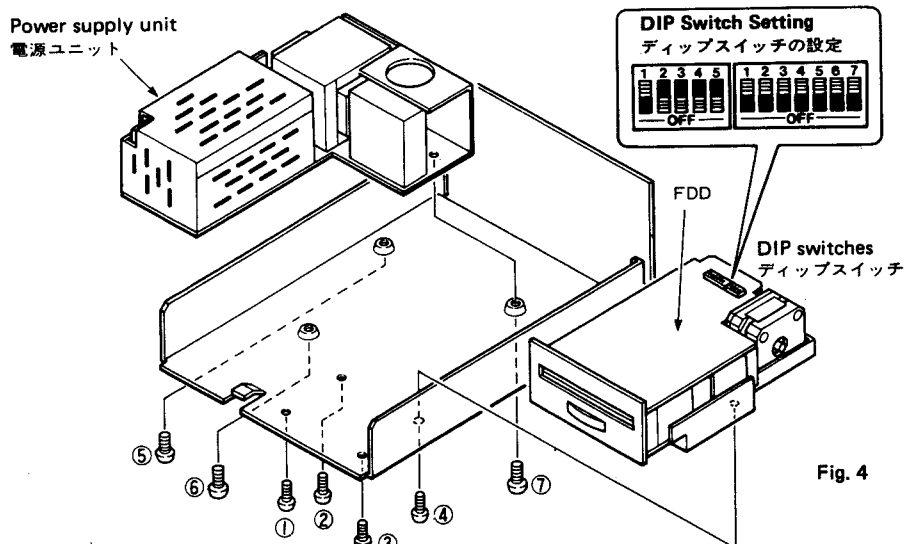

Fig. 4
a) To dismount the FDD, unscrew screws ① to ④, then disconnect flat cable and 4P connectors. (See Fig. 4)
b) To dismount power supply unit, unscrew screws ⑤ to ⑦.
a) 図4に示すネジ①～④をはずした後、フラットケーブルコネクタおよび4Pコネクタをはずせば、FDDがはずれます。
b) 図4に示すネジ⑤～⑦をはずせば、電源ユニットがはずれます。